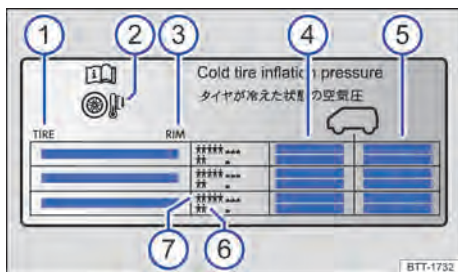

Fig. 214 Indications figurant sur la plaque de pression de gonflage des pneus
- Adaptez toujours la pression de gonflage des pneus en fonction de l'état de chargement du véhicule → fig. 214.